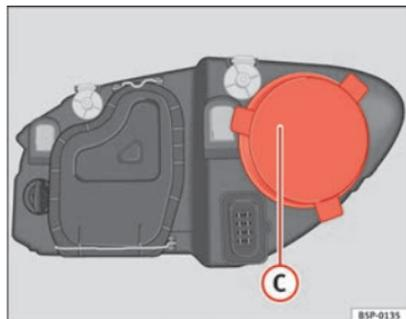

Fig. 192 Abbaglianti
- Rimuovere la copertura ⇒ fig. 192 ① tirando dalla stessa.